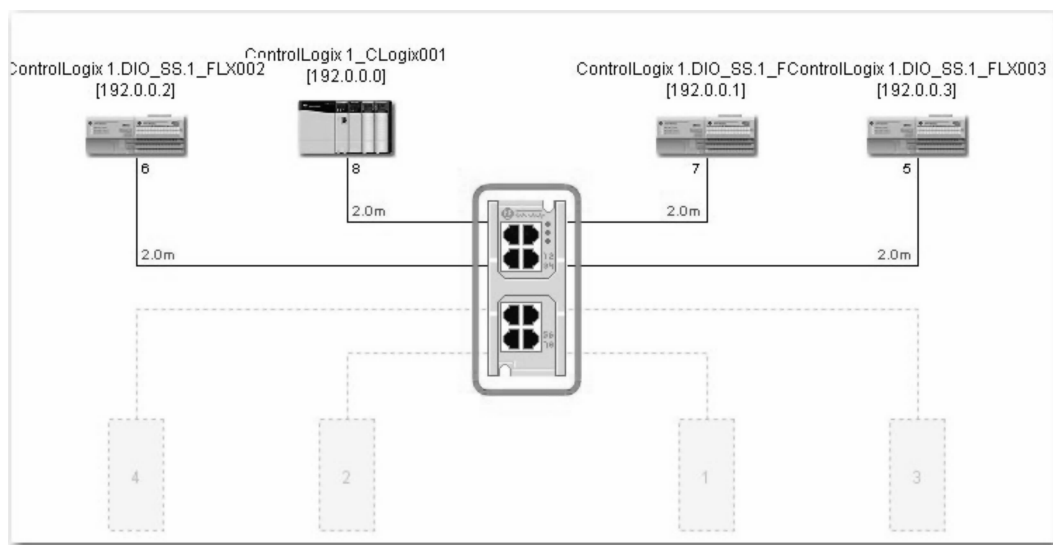

图 26-156 更改目录号
3. 在“目录号”（Catalog #）下拉列表中，选择 1783-EMS08T 并单击“确定”（OK）。交换机会更改为所选目录号，如图 26-156 所示。